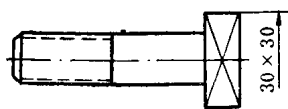
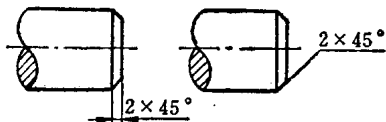

图18 方形螺钉头尺寸的注法
图19 倒角尺寸的注法
5. $\times$ ——表示联系两个有关尺寸数字的符号，注在两个尺寸数字的中间。如图 18，表示方形螺钉头的一边长 30 毫米，而相邻的一边长也是 30 毫米。又如图 19 表示的倒角宽度为 2 毫米，而相邻的角度是 45° 。